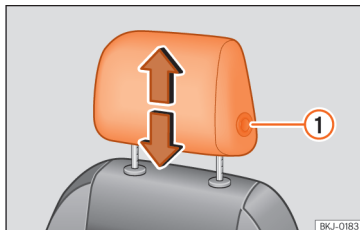
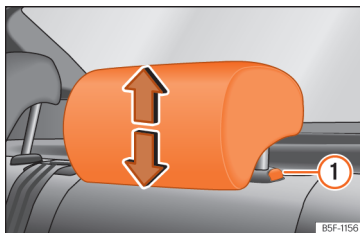

Fig. 66 Banco dianteiro: regulação do encosto de cabeça.
Fig. 67 Encosto de cabeça traseiro: ajuste do encosto de cabeça.
- Agarre o encosto de cabeça com ambas as mãos pelos lados e empurre para cima até o encaixar na posição desejada. Para baixá-lo, proceda da mesma forma, pressionando o botão lateral ① » » Fig. 66 , » » Fig. 67.